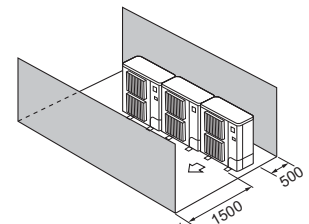

Fig. 3-14
- ④ Hindernisse nur auf der Vorder- und Rückseite (Fig. 3-14)